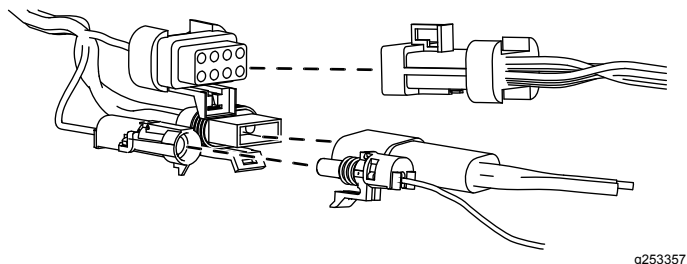

Bild 6
- Schließen Sie den Kabelbaum am Kabinenkabelbaum an (**Bild 6**).